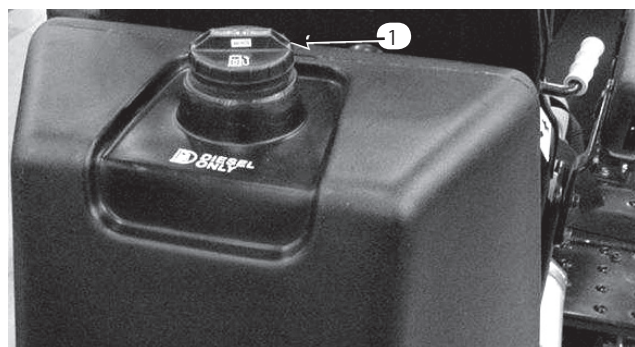

図22
1. 燃料タンクのキャップ (図22) の周囲をきれいに拭く。